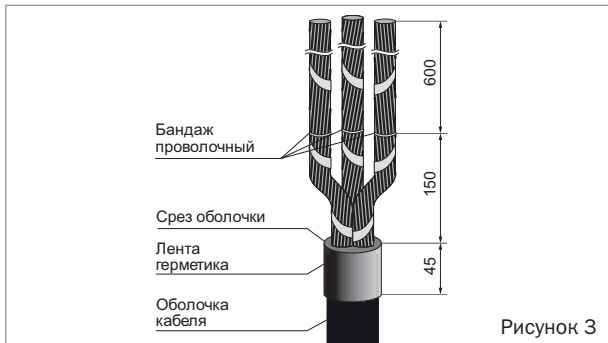

Рисунок 3
- Обезжирить оболочку кабеля на расстоянии 100 мм от среза салфеткой, смоченной в бензине (растворителе). На оболочке кабеля лентой герметика выполнить намотку из 1–2 витков на длине 45 мм от среза (рисунок 3). Размотать медную ленту экрана до бандажей и обрезать её.